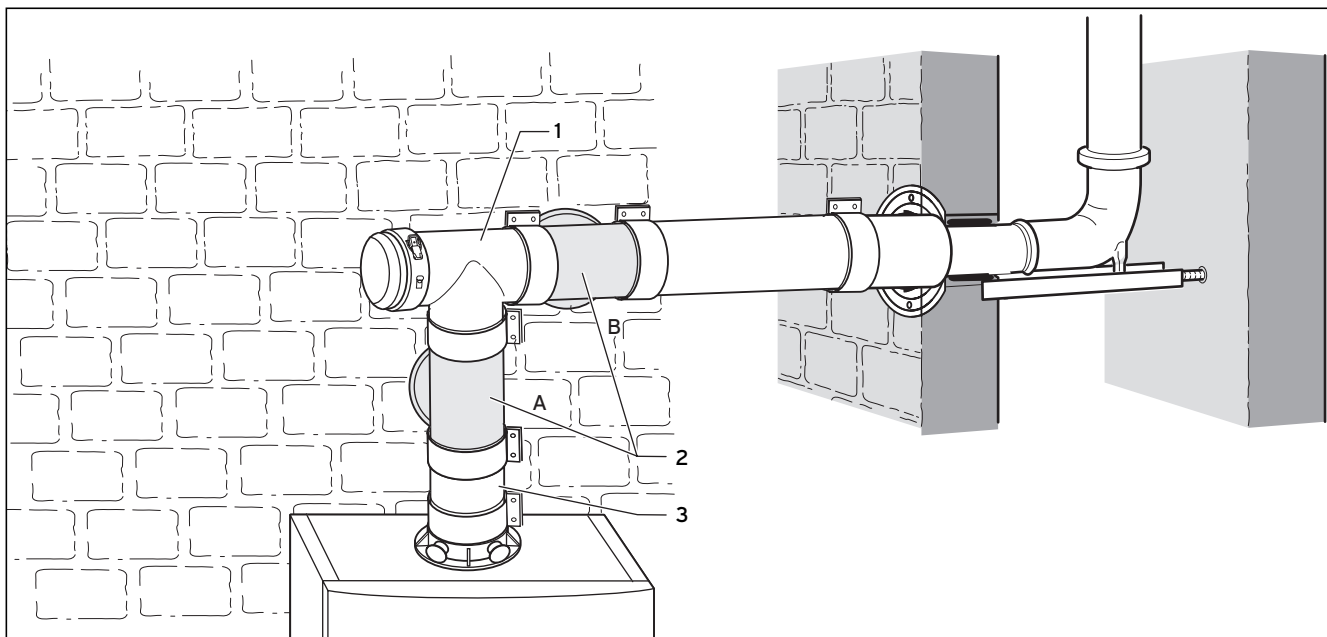

Abb. 6.32 Anschlussmöglichkeiten für getrennte Luftzuführung
Das Zuluftanschluss-T-Stück (4) kann auch zwischen Geräteanschlussstück (2) und Revisions-T-Stück (3) eingesetzt werden (siehe Abb. 6.32)
- Stecken Sie die Trennvorrichtung (5) mit der Muffe bis zum Anschlag auf die Verlängerung (6).
- Verbinden Sie die Verlängerung (6) mit der Abgasleitung (7).
- Verbinden Sie die Trennvorrichtung (5) mit dem Zuluftanschluss-T-Stück (4). Diese Stelle dient später als Trennstelle.
- Montieren Sie die Luftschele (8) der Trennvorrichtung.
- Verlegen Sie Verlängerungen und Rohre bis zum Zuluftanschluss-T-Stück (4). Beginnen Sie am Luftansaugstück (1).